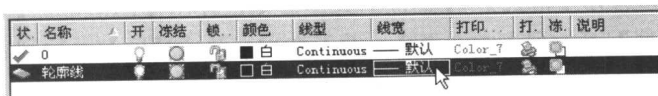

图 2-4
⑥ 设置“轮廓线”图层的线宽。单击【线宽】栏中的【默认】选项，如图 2-4 所示，此时弹出【线宽】对话框，从中选择【0.3 毫米】选项，并单击【线宽】对话框中的【确定】按钮。